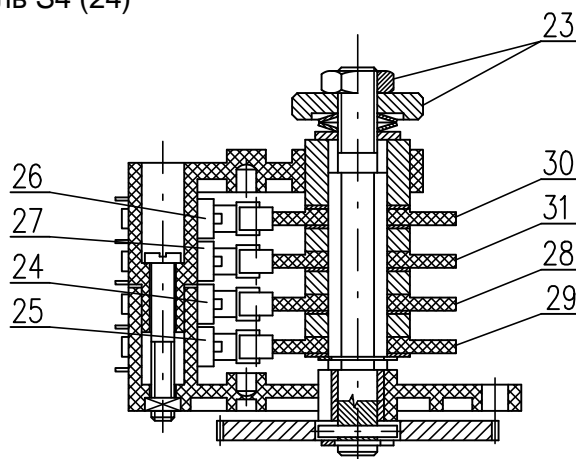

Рис.3
4.2 Установка узла положения и сигнализирования (рис.3)
ЭП из завода-производителя установлен на жесткий ход (на основании спецификации), приведенной на заводской табличке. При установке, налаживании и перестановке ЭП поступайте следующим образом (рис.3):